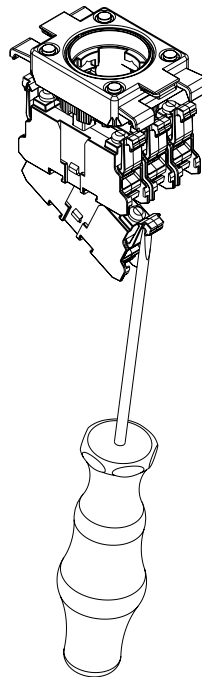

Abb. 7
3. Demontage des Kontaktelementes auf Ebene zwei (siehe Abb. 7)